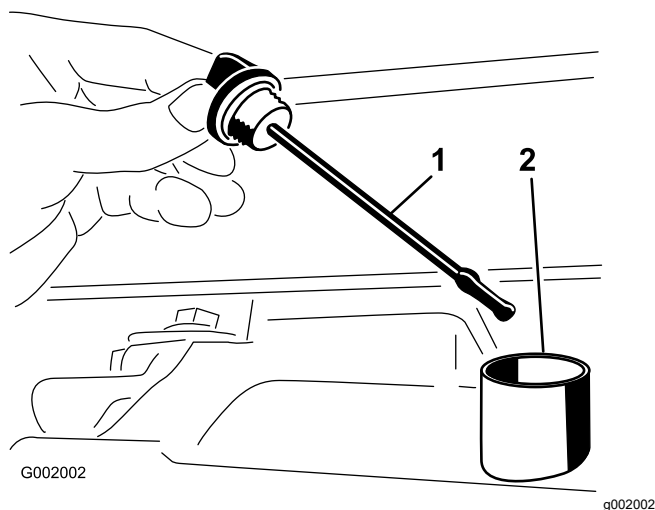

Figura 54
2. Retire a vareta da transmissão e limpe-a com um pano limpo (Figura 54).